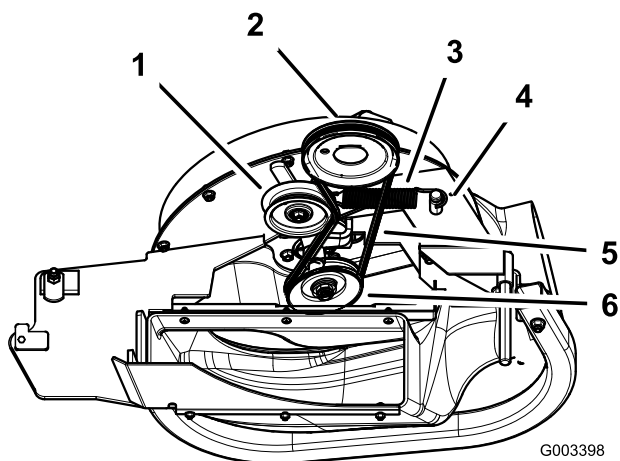

Bild 14
1. Legen Sie den Riemen um die Riemenscheibe am Gebläse (Bild 14).
2. Setzen Sie die Feder in den Spannarm und den Stift in das Gebläse ein (Bild 14).